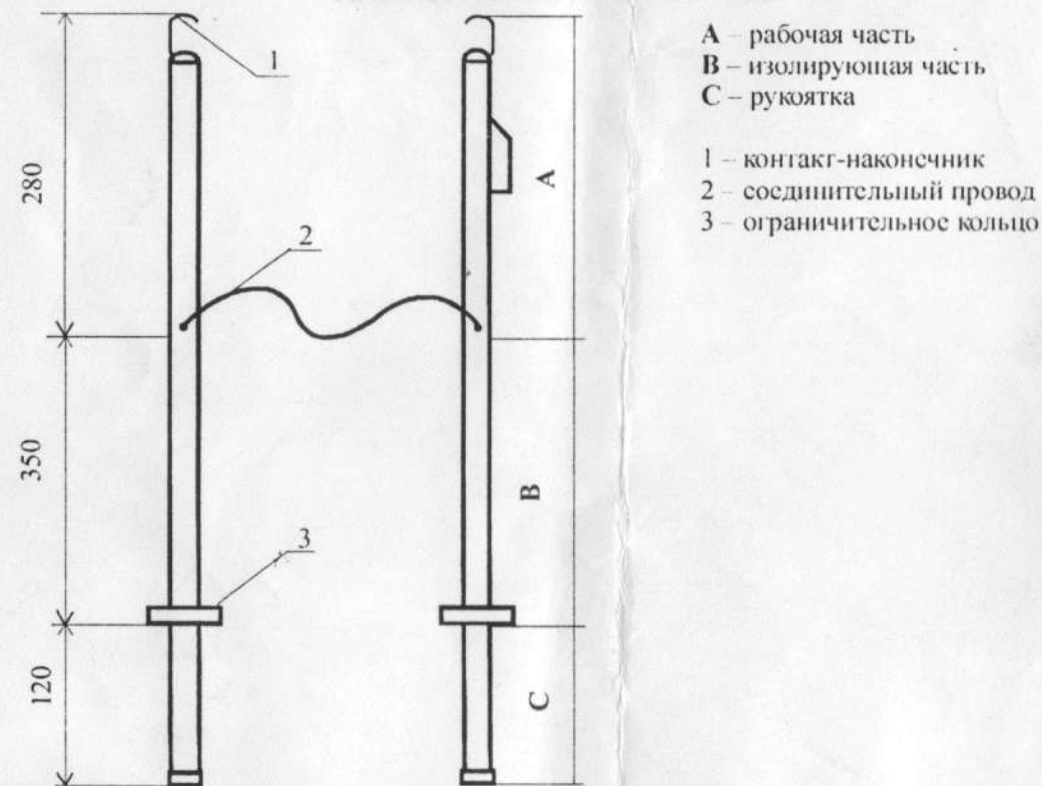

Рисунок 1
2.1 Указатель напряжения изготовлен в двухполюсном исполнении (см. рисунок 1) и состоит из двух корпусов, содержащих элементы электрической схемы. Корпуса указателя соединены между собой гибким проводом.
4.1 Изолирующая часть «В» (см. рисунок 1) указателя напряжения испытывается повышенным напряжением 2 кВ в течение 1 минуты.